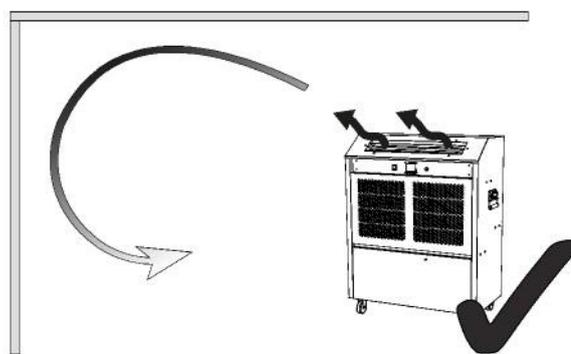

Fig. 6
**Fig. 6 :** Idéalement, l'air devrait être dirigé pour créer une « couverture » d'air froid à travers la zone du plafond permettant à la convection naturelle de laisser tomber l'air sur toute la zone à très basse vitesse.